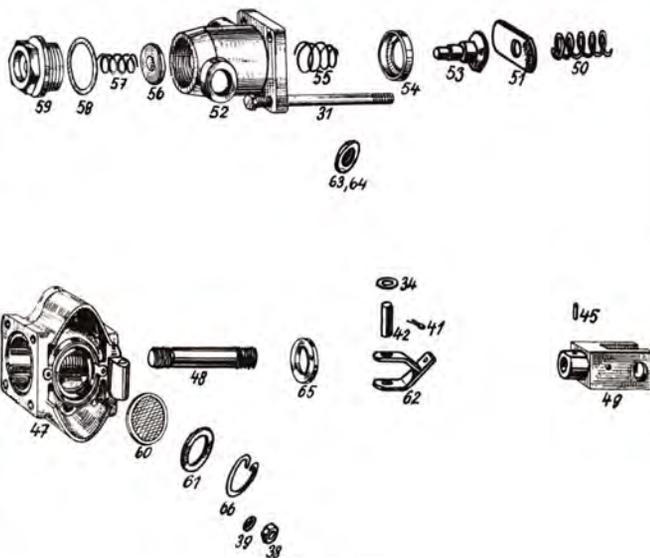

Abb. 67
2. Der Bolzen ist zu entsplinten, aus der Gabel (Abb. 67/49) des Bremsventiles herauszuschieben und von der Buchse mit Feder abzutrennen.
3. Die Gabel (Abb. 67/49) ist aus dem Bremsventil auszuschrauben.
4. Der Bolzen (Abb. 67/42) des Hebels (Abb. 67/62) ist zu entsplinten und herauszuschieben.
5. Vier Schrauben M 6 (Abb. 67/31) sind auszuschrauben, der Oberteil (Abb. 67/47) ist vom Unterteil (Abb. 67/52) abzutrennen und die Feder (Abb. 67/50) und der Teller (Abb. 67/51), aus dem Unterteil dann der Ablasser (Abb. 67/53), die Manschette (Abb. 67/54) und die Feder (Abb. 67/55) sind herauszunehmen.
6. Von der entgegengesetzten Seite ist die Verschlusschraube (Abb. 67/59) mit Dichtung auszuschrauben und die Feder (Abb. 67/57) mit Klappe (Abb. 67/56) sind herauszunehmen.